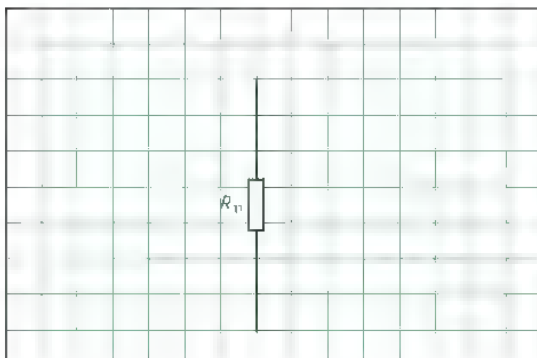
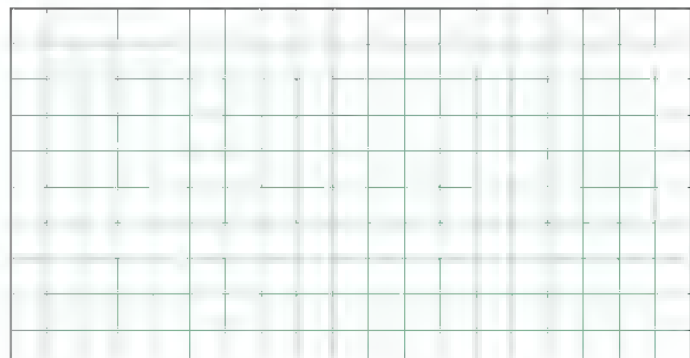

Bild 3: Stromkreis 1 mit R_{11} und R_{12}
Bild 4: Stromkreis 2 mit R_{21} , R_{22} und R_{23}
6. Zeichnen Sie für jeden Stromkreis (Bild 3, Bild 4 und Bild, folgende Seite) den elektrischen Schaltplan mit Spannungsquelle, Leitungen, Widerständen. Bezeichnen Sie dabei alle Widerstände und tragen Sie die Gesamtspannung, die Teilspannungen, den Gesamtstrom und die Teilströme in den jeweiligen Schaltplan ein